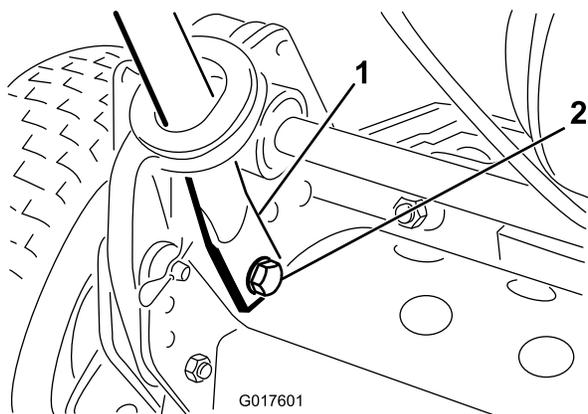

Figure 3
4. Poussez les extrémités du guidon vers l'intérieur et placez-les sur les axes de montage (Figure 3).
5. Fixez les extrémités du guidon aux axes de montage à l'aide des boulons, des rondelles plates et des rondelles de blocage fournies (Figure 3).
6. Fixez le bas des bras du guidon de chaque côté de la tondeuse avec les boulons et les contre-écrous retirés précédemment (Figure 3). Vérifiez que les bagues sont bien placées dans les trous de fixation des bras du guidon.
7. Fixez les bras du guidon à l'arrière du bâti avec les goupilles fendues et les axes de chape retirés précédemment (Figure 3).